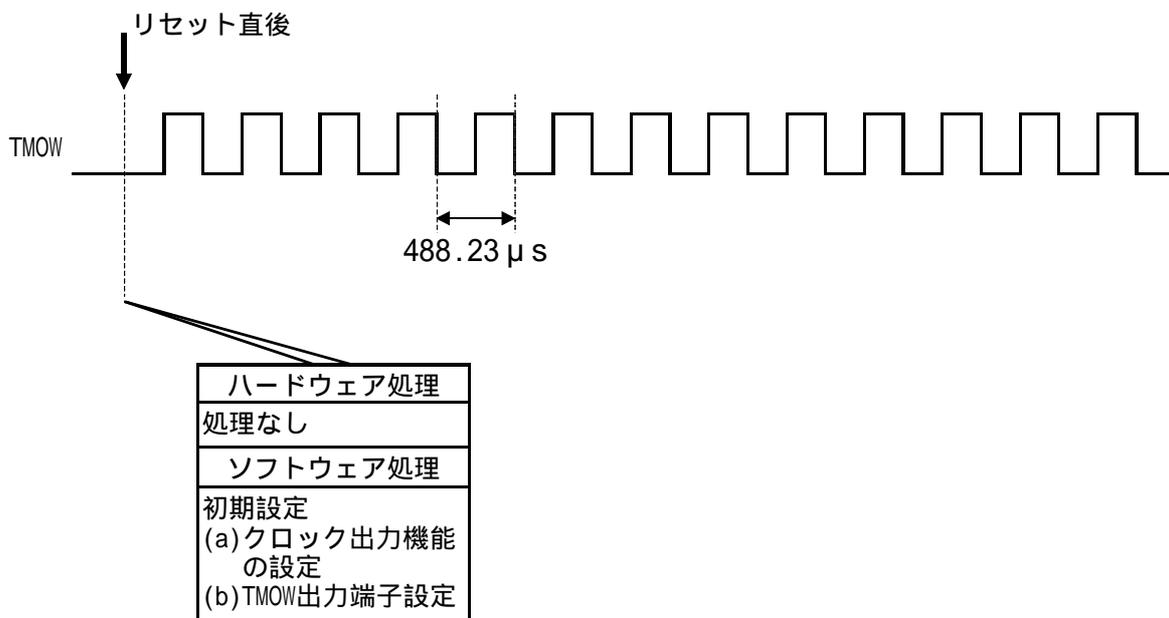

図2 タイマAクロック出力機能によるクロック出力の動作原理
(1) 図2に動作原理を示します。図2に示すようなハードウェア処理、およびソフトウェア処理によりタイマAクロック出力機能によるクロック出力を行ないます。